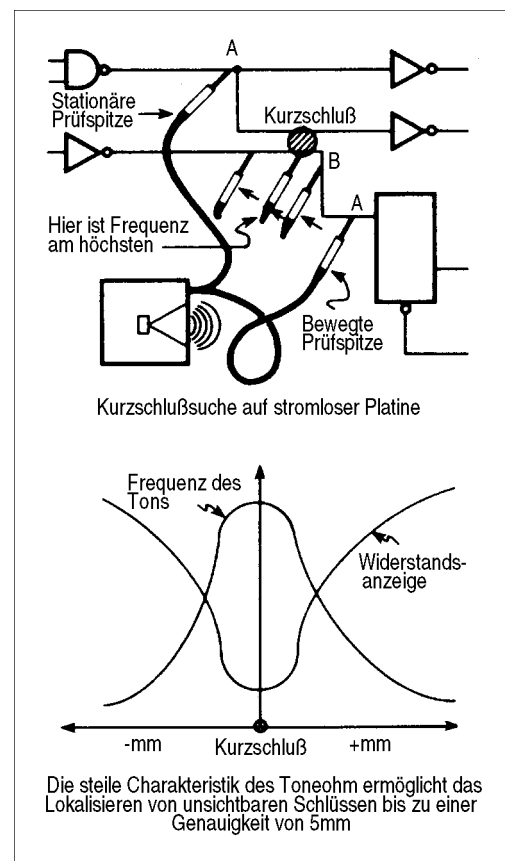

Abbildung 1
3. Lokalisieren Sie die beiden kurzgeschlossenen Leiterbahnen und kontaktieren Sie die Leiterbahnen mit je einer Prüfspitze. Beziehen Sie sich auf die Punkte "A" und "A" in Abb. 1. Nun sollte ein Ton hörbar sein. Wenn nicht, reduzieren Sie die Empfindlichkeit (d.h. wählen Sie einen höheren Widerstandsbereich mit den RANGE-Tastern). Ist noch immer kein Ton zu hören, dann sind diese Leitungen nicht kurzgeschlossen
4. Ist ein Ton zu hören, so bewegen Sie eine der beiden Spitzen auf der Leiterbahn (Punkt "B" in Abb. 1). Eine Tonerhöhung bedeutet eine Bewegung zum Kurzschlußpunkt hin. Umgekehrt, ein tieferer Ton zeigt ein Wegbewegen der Spitze vom Kurzschlußpunkt an